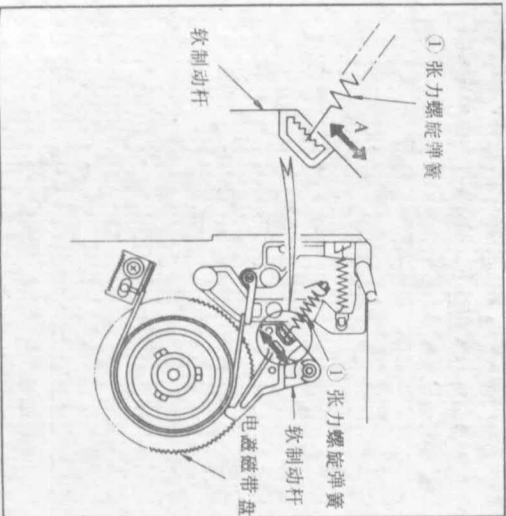

图 31 软制动调整-2
- 2) 按箭头Ⓐ所示方向移动张力螺旋弹簧①直到处于 FF 状态时(参看图 31)扇形张力计指 8g 为上。